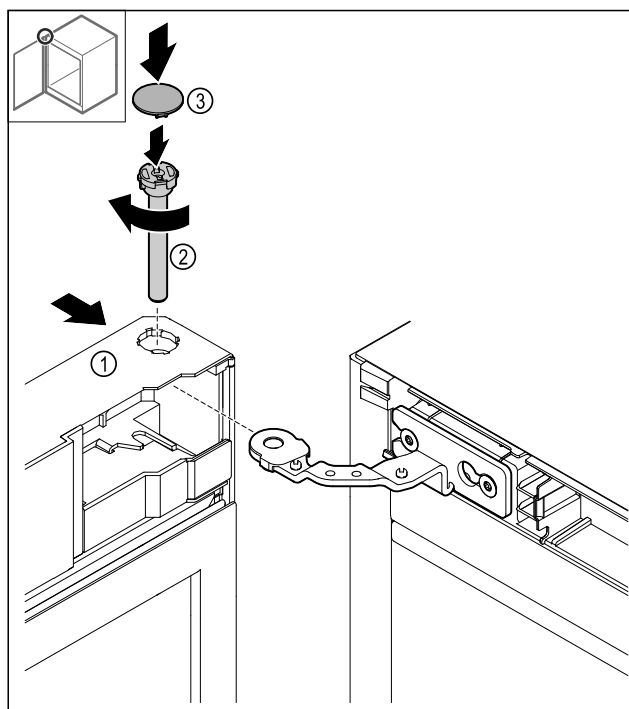

Fig. 47
- Spingere la porta Fig. 47 (1) in alto sulla cerniera.
- Inserire i bulloni e Fig. 47 (2) fissarli ruotandoli in senso orario.
- Applicare la copertura Fig. 47 (4).